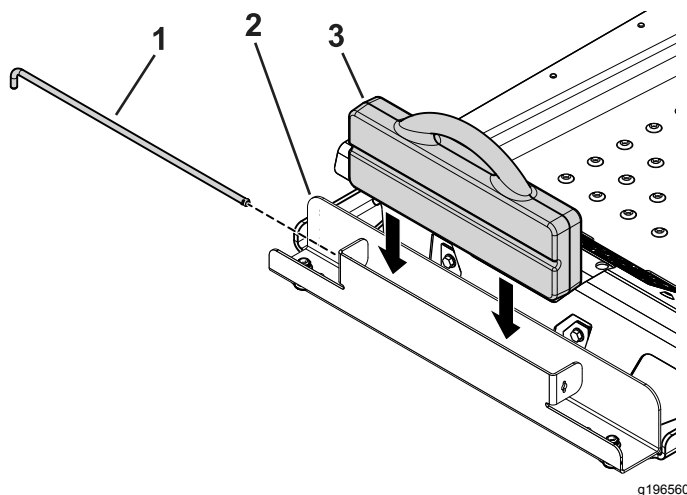

Figure 5
4. Insérez la masse à poignée dans le logement de masse, côté rainuré vers l'avant de la machine (Figure 5).
5. Insérez la tige de maintien dans le logement et tournez-la en position verrouillée (Figure 5).